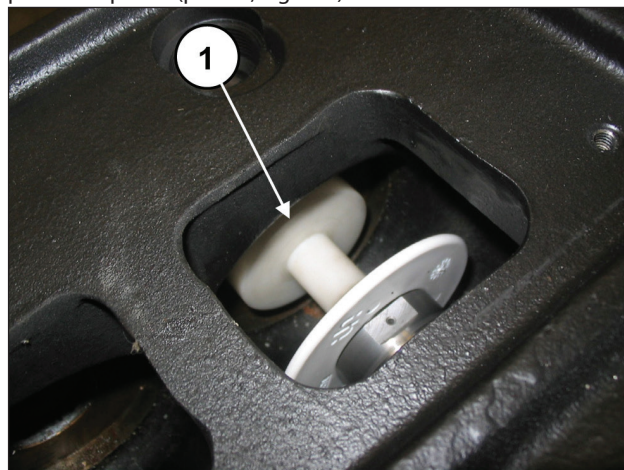

Fig. 123
Insira a ferramenta do tampão cód. 27516600 entre a guia do pistão e o pistão (pos. ①, Fig. 123).